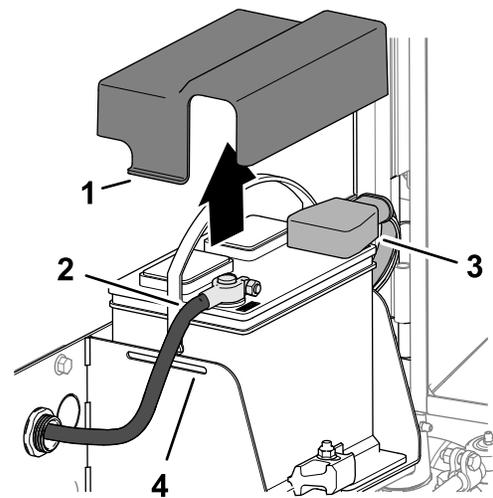

Figura 84
3. Presione los lados de la tapa de la batería y retire la tapa de la bandeja de la batería (Figura 84).